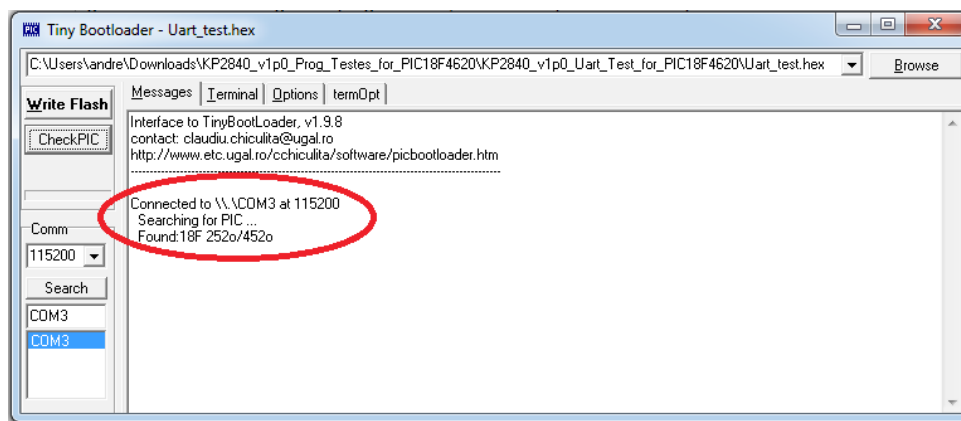

Figura 9: Programa Tiny Bootloader detectando a placa KP2840 e o microcontrolador PIC.
3) Segure o botão de reset da placa KP2840 pressionado, e clique no botão “CheckPIC”. Você verá uma barra de progressão diminuindo. Neste momento, solte o botão de reset da placa, e o programa Tiny Bootloader reconhecerá o microcontrolador PIC que está conectado, conforme mostrado na Figura 9.